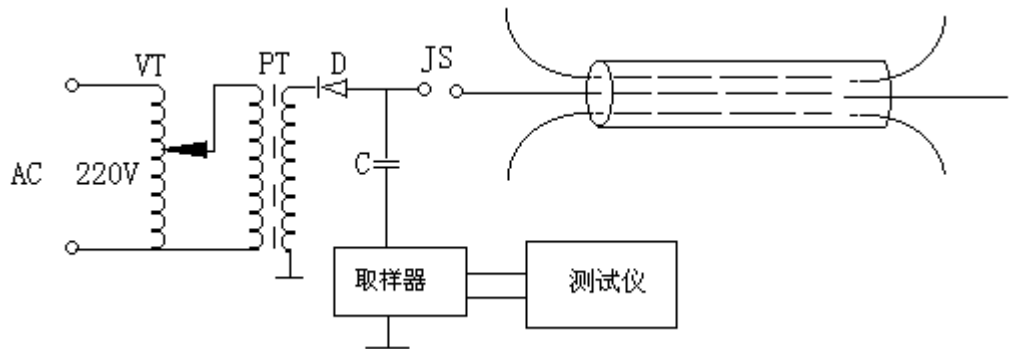

图 6.4-1 电流取样法测试线路
(1)准备工作：冲击直流高压电流取样法，它的基本测试原理是：（外部接线如图 6.4-1）由直流高压设备所产生的直流高压，首先给储能电容 C 充电，当电容充电到一定值（这个值取决于放电间隙的大小），就会击穿放电球间隙，击穿后瞬间给故障电缆施加一个冲击电压，这个冲击电压迫使故障点击穿，产生闪络电弧，同时产生一电波信号，利用测试仪在测试端采集此波形。根据波形的传输情况分析判断故障点。因此应按图 6.4-1 所示准备高压冲闪设备，并按图将设备连接好。
(2)仪器操作：按图 6.4-1 所示连接外部线路，先将放电间隙调小一些使电压升到 1 万伏左右，如果故障点还没有被击穿再调节间隙提高冲击电压直到故障点被击穿为止。将取样器按图与仪器相连。